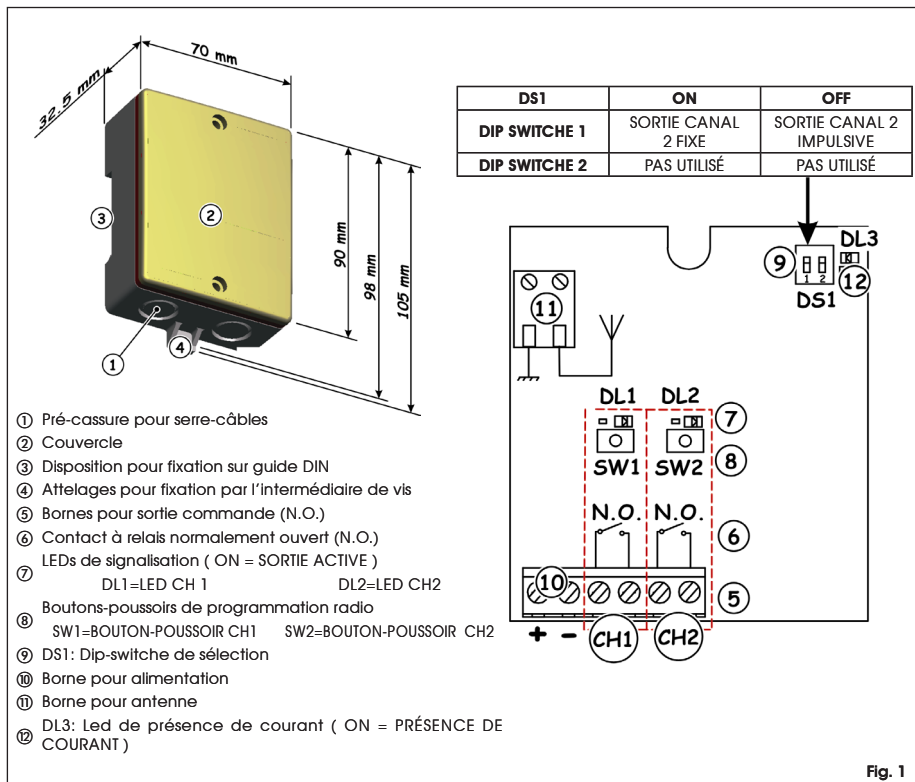

Fig. 1
4. Appuyer, pendant 1 seconde, sur le bouton-poussoir du récepteur (Fig.1 réf. ⑧), correspondant au canal auquel on souhaite associer la radiocommande.
5. La LED correspondante sur le récepteur (Fig.1 réf. ⑦) commence à clignoter lentement pendant 5 s.
7. La LED sur la platine (Fig.1 réf. ⑦) s'allumera fixe pendant 1 seconde, puis elle s'éteindra, indiquant que la mémorisation a été effectuée.
1. Pour effacer **TOUS** les codes des radiocommandes associés aux canaux 1 et 2, il suffit de maintenir le bouton-poussoir SW1 ou SW2 enfoncé (Fig.1 réf. ⑧), pendant 10 s.
2. La LED (Fig.1 réf. ⑦) correspondant au bouton-poussoir enfoncé clignote pendant les 5 premières secondes, puis le clignotement s'accélère pendant les 5 secondes suivantes.